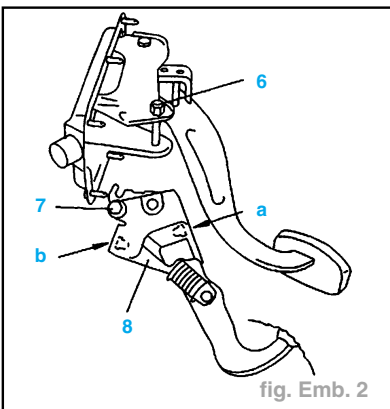

fig. Emb. 2
- l'écrou (6) (fig. Emb. 2),
- la vis (7).